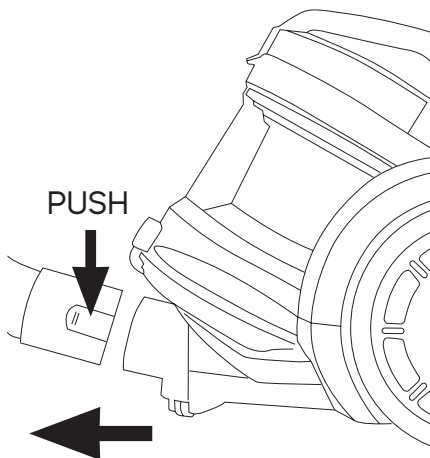

Fig.3
- Para hacer uso del parking horizontal ancle el gancho de la zapata en el enganche que se encuentra en la parte posterior del aparato (Fig.3).